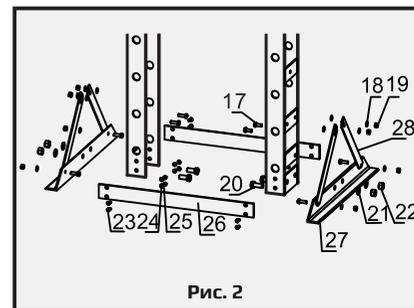

Рис. 2
3) Поставьте стойки рамы вертикально. Установите основные опоры (27) под стойками рамы, затем установите нижнюю поперечину рамы (26) между ними. Зафиксируйте конструкцию с помощью болтов (23), шайб (24) и гаек (25). Соедините основные опоры и стойки рамы поперечинами (28). Зафиксируйте конструкцию с помощью болтов (17), шайб (18) и гаек (19). Рис. 2.
4) Установите опорную плиту (12). Затем прикрепите гидроцилиндр (2) используя большую гайку (13). Зафиксируйте Станину пресса (15) с помощью опорных штифтов (16). После этого установите ложемент (14) на пресс.